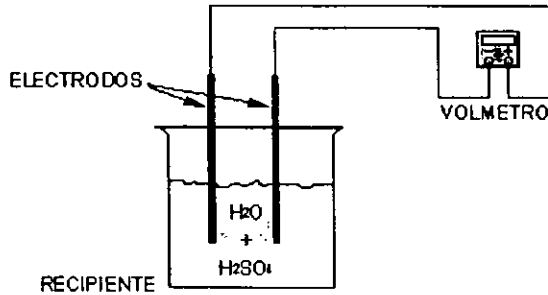

FIGURA 7
a) Arme el circuito de la figura 7.